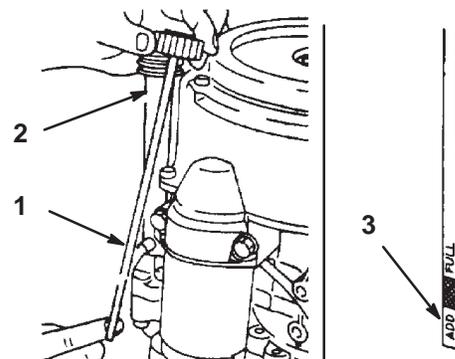

Figure 34
2. Nettoyez la surface autour de la jauge d'huile (Fig. 34) pour éviter que des impuretés ne s'introduisent dans le goulot de remplissage, ce qui risquerait d'endommager le moteur.
3. Dévissez la jauge d'huile et essuyez soigneusement l'extrémité (Fig. 34).
4. Remettez la jauge complètement dans le tube de remplissage sans la visser (Fig. 34). Sortez de nouveau la jauge et examinez l'extrémité. Si le niveau est bas, versez lentement une quantité suffisante d'huile dans le goulot de remplissage pour amener le niveau au repère du plein (*full*).
6. Versez lentement environ 80% de la quantité d'huile spécifiée dans le goulot de remplissage (Fig. 34) (voir Changement de l'huile moteur et du filtre, page 32).